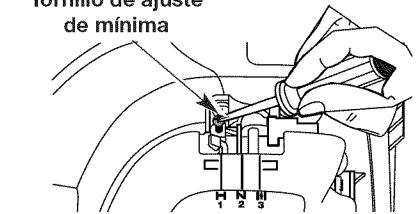

Fig. 28
Puede tener acceso al tornillo de ajuste de mínima a través de un orificio en la parte superior de la cubierta del motor (Fig. 28).
- Suelte el gatillo del regulador y deje que el motor funcione en mínima. Si el motor se para, inserte un destornillador Phillips pequeño en el orificio de la cubierta del motor (Fig. 28). Gire el tornillo de mínima hacia adentro, en sentido horario, de a 1/8 de vuelta por vez (según sea necesario) hasta que el motor funcione en mínima suavemente.